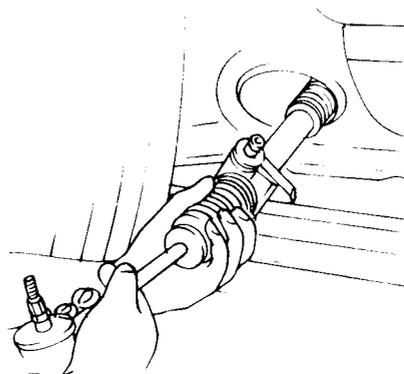

Bild 177
- Die linke Vorderseite soweit wie möglich nach rechts einschlagen und die komplette Lenkung auf der linken Seite durch die Öffnung des Vorderrahmens herausziehen, wie es in Bild 177 gezeigt ist.